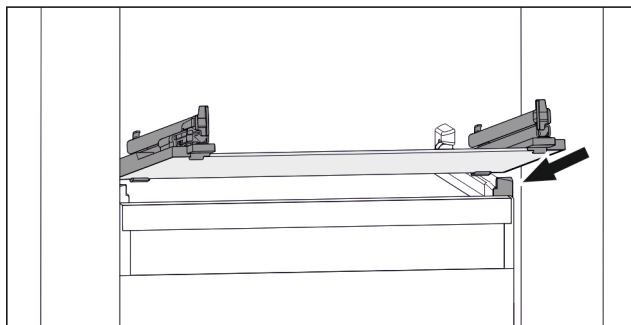

Fig. 67 Vejledende visning af glaspladen
- ▶ Sæt glaspladen skråt bag stoppene. (se Fig. 67)